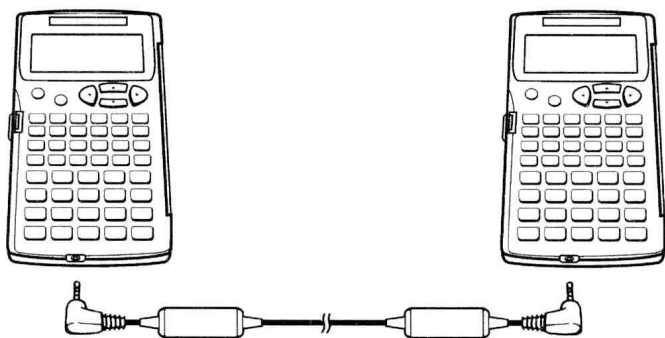

图 1 计算器的连接
(1) 连接计算器：用一根数据通信线 (SB - 62)，连接两个 fx - 5800P 计算器。如图 1 所示。